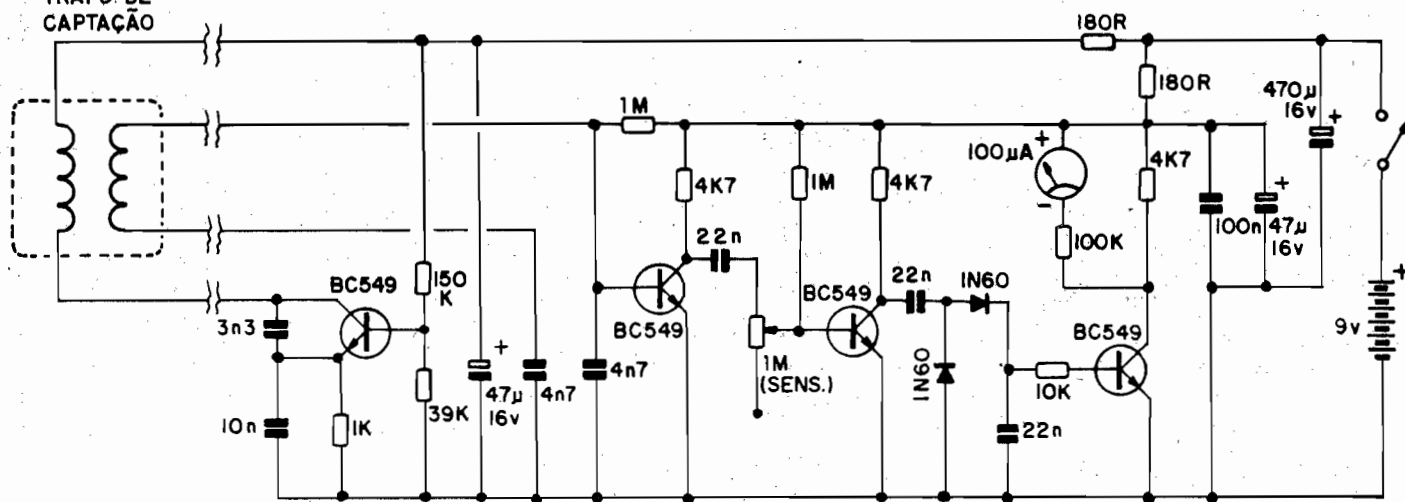

Fig.1
- FIG. 1 - O CIRCUITO - Só transístores, nenhum Integrado (o que contribui para facilitar a "vida" dos Hobbystas mais distantes, que às vezes encontram dificuldades na obtenção até dos componentes mais simples...). Vamos iniciar as explicações pelo próprio "transformador" de captação: são duas bobinas iguais e planas, que ficam, na instalação final, parcialmente sobrepostas, de modo que ocorra pouca interação magnética entre ambas (baixo acoplamento indutivo). Na presença de uma massa metálica, simplesmente ocorre uma "melhora" no acoplamento magnético entre ambos os enrolamentos, com o que mais energia pode ser indutivamente transferida de um para outro... Esse diferencial "positivo" de energia, é então avaliado e indicado pelo circuito! Uma das bobinas faz parte de um bloco oscilador simples, tipo Colpitt, centrado no primeiro BC549. Com os valores dos demais componentes (3N3 na realimentação coletor/emissor, 10n no desacoplamento, 1K no dimensionamento de Corrente de emissor, e 150K e 39K na polarização de base), a Frequência fundamental situa-se acima de 100KHz. Para boa estabilização, esse bloco é alimentado pelos 9V da bateria que energiza